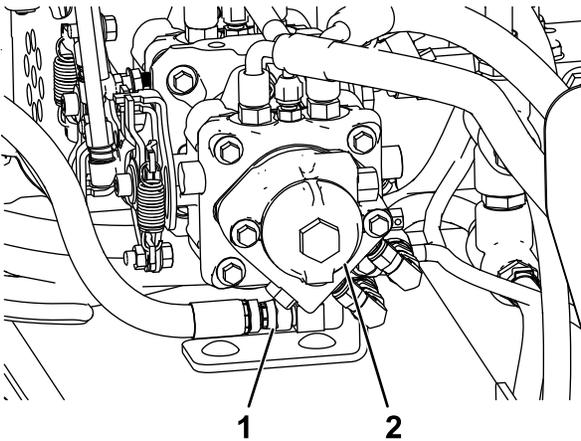

Figure 49
3. Localisez le flexible qui relie le filtre hydraulique et la pompe hydraulique, et placez un bac de vidange sous le raccord du flexible sur la pompe hydraulique (Figure 49).